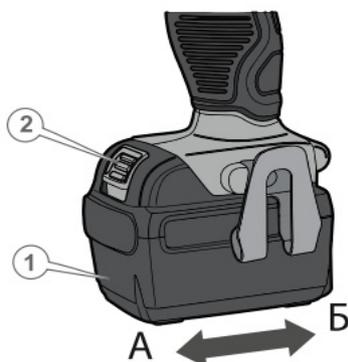

Рисунок 3. Схема встановлення/зняття АКБ.
5.1.6 Встановлення та зняття акумуляторних батарей (рис. 3).
Перед встановленням або зняттям акумуляторних батарей (2, рис.3) завжди блокувати пускову клавішу від випадкового пуску.
Щоб зняти акумуляторні батареї, по чергово злегка натиснути на кнопку фіксації АКБ (1, рис. 3) батареї та, не відпускаючи кнопку, із невеликим зусиллям потягнути акумулятор із місця встановлення, щоб вийняти АКБ.